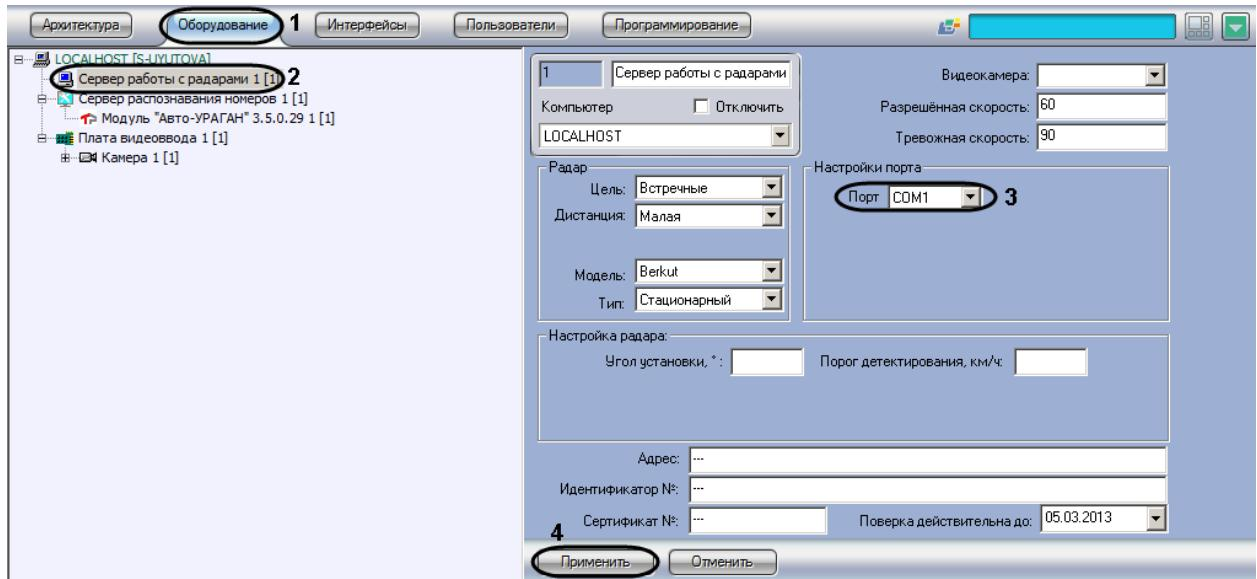

Рис. 7.3—1. Панель настроек объекта «Сервер работы с радарами»
1. Перейти во вкладку «Оборудование» диалогового окна «Настройки» программы «Авто-Интеллект» (см. Рис. 7.3—1, 1).
2. В дереве объектов на вкладке «Оборудование» выбрать объект «Сервер работы с радарами», соответствующий настраиваемому программному модулю «Радар» (см. Рис. 7.3—1, 2). В правой части вкладки «Оборудование» отобразится панель настроек выбранного объекта.
3. Из списка «Порт» выбрать номер последовательного (COM) порта подключения устройства «Радар» (см. Рис. 7.3—1, 3).
4. Нажать кнопку «Применить» для сохранения всех изменений (см. Рис. 7.3—1, 4).